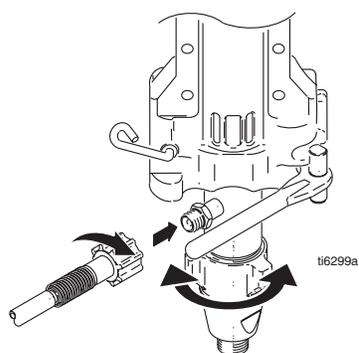

图 26
4. 图 26. 关闭泵门并将插销转动到位。不要拉紧插销。
5. 图 26. 转动泵，使其与涂料软管对准。连接涂料软管，以 70 磅英寸的扭力用手拧紧。